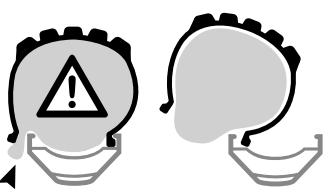

Abb. 27. Schlauch zwischen Reifen und Felge eingeklemmt
- Heben Sie dann den Reifenwulst der anderen Reifenseite auf die Felge; achten Sie darauf, dass Sie den Schlauch nicht zwischen Reifen und Felge einquetschen. (Siehe Abb. 27).